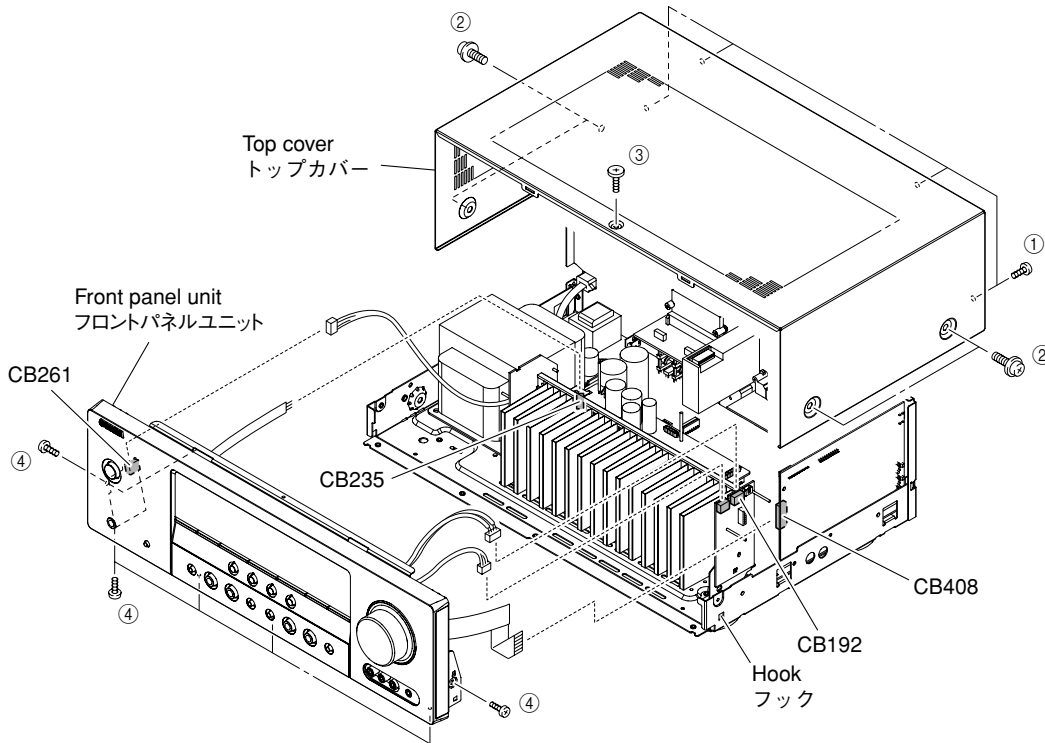

Fig. 1
- a. Remove 4 screws (①), 4 screws (②) and 1 screw (③). (Fig. 1)
- b. Slide the top cover rearward to remove it. (Fig. 1)
- a. ①のネジ4本、②のネジ4本、③のネジ1本を外します。(Fig. 1)
- b. トップカバーを後方へスライドさせ、取り外します。(Fig. 1)
- a. Remove 6 screws (④). (Fig. 1)
- b. Remove CB192, CB235, CB261 and CB408. (Fig. 1)
- c. Remove hook and then remove the front panel unit. (Fig. 1)
- a. ④のネジ6本を外します。(Fig. 1)
- b. CB192、CB235、CB261、CB408を外します。(Fig. 1)
- c. フック1ヶ所を外し、フロントパネルユニットを取り外します。(Fig. 1)